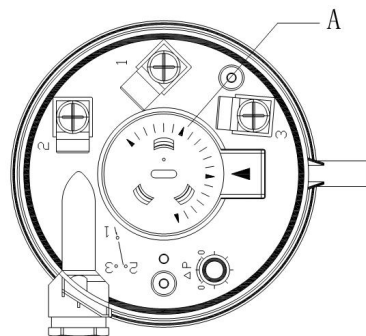

图 8
1. 开关示意图如图 8 所示。打开封盖即可看到。
- 需要的压力/压差可通过设定旋钮上的刻度盘（图 8 中 A）获得。仅需要用一字螺丝刀旋转刻度盘到指针所示位置即可。